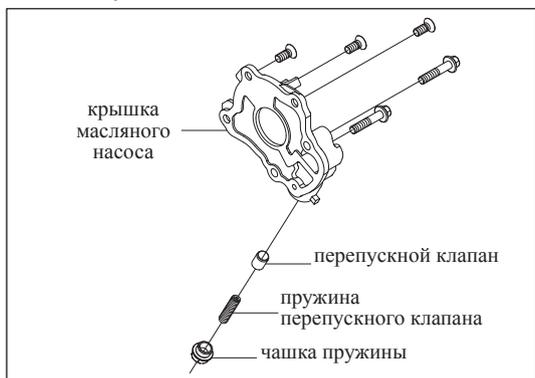

Рис. 11-4-9. Установка перепускного клапана
- (1) Установка переднего уплотнения коленчатого вала.
- (2) Установка перепускного клапана
- а) Установить клапан с пружиной в гнездо, как изображено на рис. 11-4-9.